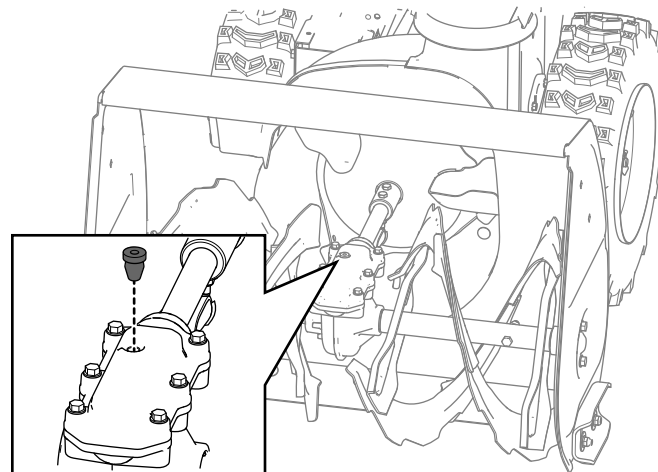

Figura 28
2. Curățați zona din jurul dopului de eavă și scoateți dopul de la cutia de viteze (Figura 28).